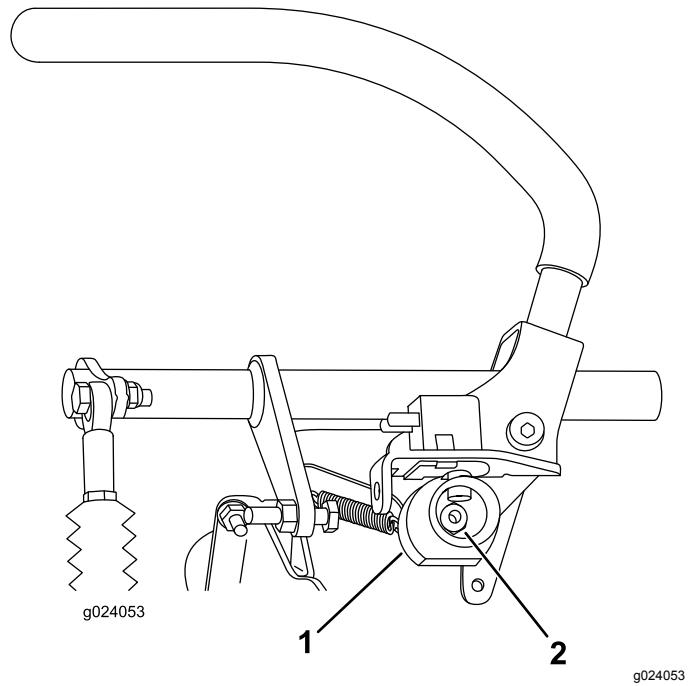

**Рисунок 64**
3. Нажмите вниз правый рычаг управления движением, чтобы вывести его из нейтрального фиксированного положения (Рисунок 64).
4. Проверьте, выровнен ли правый рычаг управления движением по горизонтали относительно левого рычага управления движением (Рисунок 64).